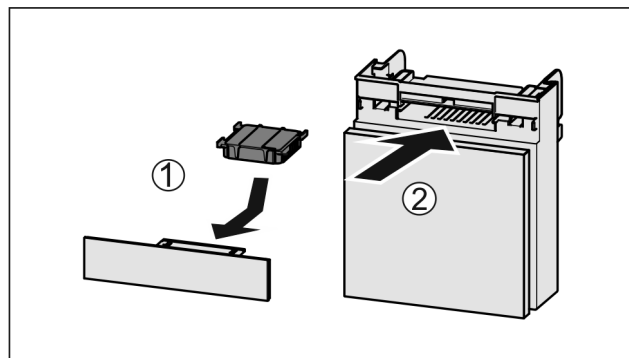

Fig. 153
- Filtr s aktivním uhlím vložte podle vyobrazení Fig. 153 (1).
- Zásuvku zasuňte Fig. 153 (2).